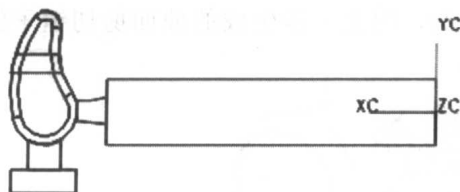

图 1-31 移动坐标系
(1) 把坐标系移动到手柄末端的圆心上，单击鼠标右键改变视图为主视图。利用 **WCS**→**Rotate** 绕+YC 轴旋转+90°，得到如图 1-31 所示结果。